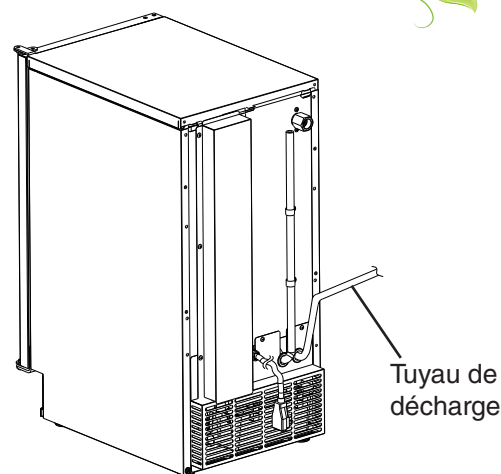

Fig. 49
7. Versez encore 24 - 30 onces [710 - 890 ml] d'eau dans le bac de stockage de la machine à glaçons, puis restreignez complètement le tuyau de vidange pendant que la pompe de vidange fonctionne. Voir Fig. 49. Versez plus d'eau dans le bac de stockage de la machine à glaçons jusqu'à ce qu'elle s'éteigne. La pompe de vidange continuera de fonctionner. Vérifiez les fuites.